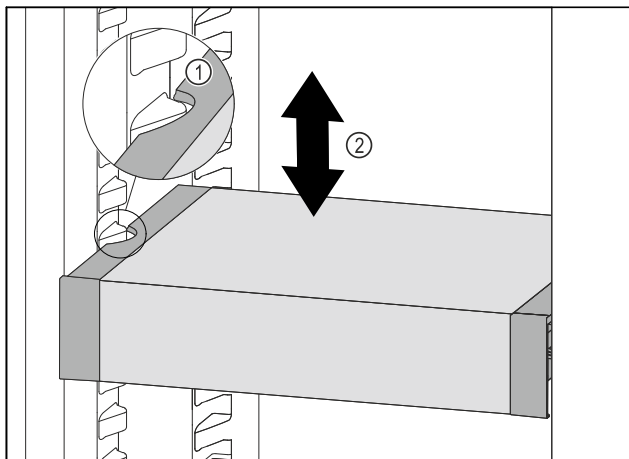

Fig. 102
- ▶ Тяните VarioSafe вперед, пока боковые выемки VarioSafe не окажутся на высоте выступа резервуара в холодильном отделении. Fig. 102 (1)
- ▶ Двигайте VarioSafe в холодильном отделении вверх или вниз, пока не будет достигнута требуемая высота. Fig. 102 (2)